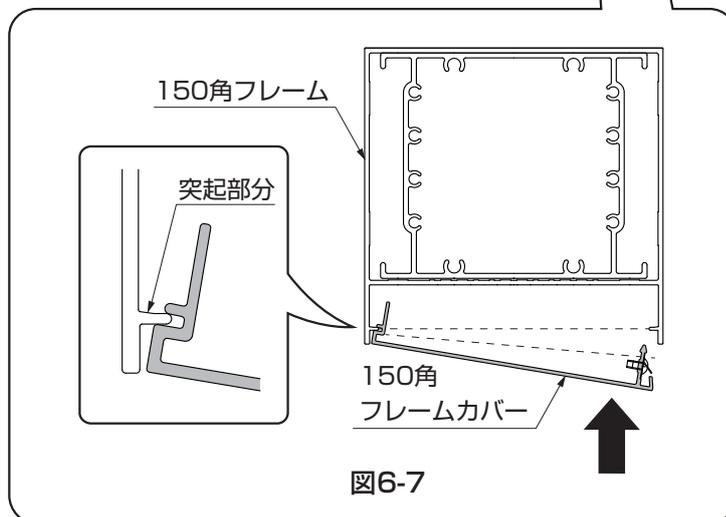

図6-7
- ②フレーム150角にフレームカバー150角の取付金具が取り付けしていない側を、フレーム150角のカバー受け（突起部分）に斜めに差し込みます。（図6-7参照）
- ③フレームカバー150角をフレーム150角に片側を差し込んだら、取付金具を取付けた側をフレーム150角に押し上げてはめ込みます。